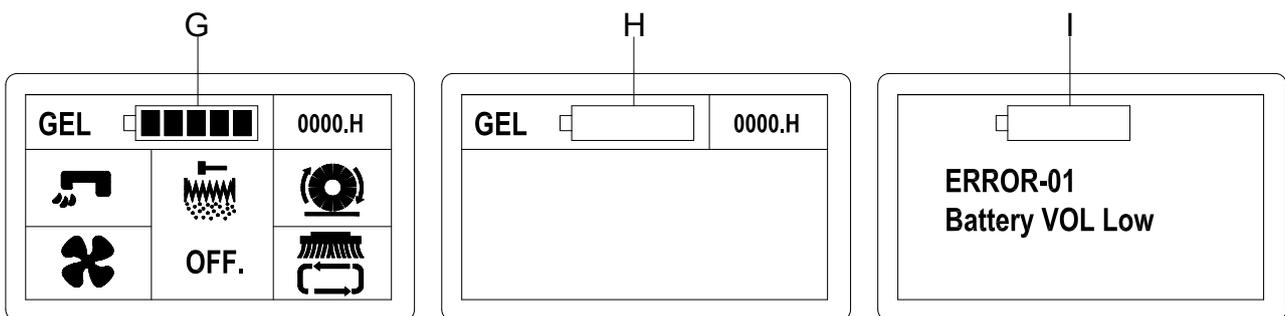

Abb. 8
1. Zeigt das Akkusymbol den vollen Akkustand (G, Abb. 8) an, sind die Akkus voll aufgeladen.
2. Zeigt das Akkusymbol einen niedrigen Akkustand (H, Abb. 8) an, müssen die Akkus aufgeladen werden. Einige Sekunden nachdem ein niedriger Akkustand angezeigt wird, werden die Hauptkehrwalzen-/Seitenbesen-/Saug-/Pumpen-/Filterrüttlermotoren automatisch ausgeschaltet, während das Antriebssystem eingeschaltet bleibt. Fahren Sie die Maschine zur sofortigen Aufladung zum entsprechenden Aufladepplatz.
3. Wenn die Akkuspannung sehr niedrig ist, blinkt auf dem Bildschirm die Fehlermeldung „Battery VOL Low“ (Akkuspannung niedrig) (I, Abb. 8). Hauptkehrwalzen-/Seitenbesen-/Saug-/Pumpen-/Filterrüttlermotoren werden automatisch ausgeschaltet und das Antriebssystem wird ebenfalls ausgeschaltet, um die Akkus zu schützen.